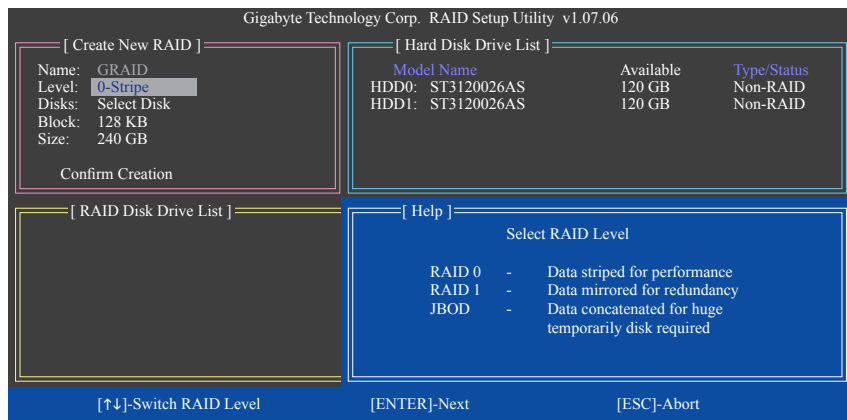

図 5
Create New RAID ブロックに、アレイを作成するために設定する必要がある項目がすべて表示されます(図5)。
2. **Select RAID Mode: Level** 項目の下で、上または下矢印キーを使用して RAID 0 (ストライプ)、RAID 1 (ミラー)、JBOD (図5) を選択します。<Enter> を押して、次のステップに進みます。